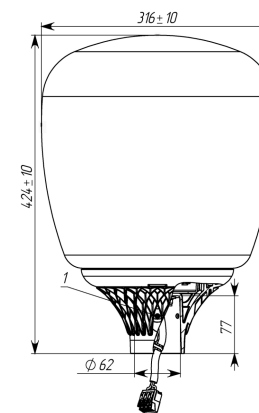

Рисунок 2
2.1 Светильники торшерные серии GALAD Икар LED-40 (Рисунок 2) предназначены для функционально-декоративного освещения парков, скверов, бульваров, зон отдыха, территорий микрорайонов, коттеджных поселков.
«Разрешенные пространственные положения установки светильника Икар LED» и закрепляют тремя болтами М6 (поз.1 Рисунок 2) с усилием затяжки 3,5 – 4 Н.м.